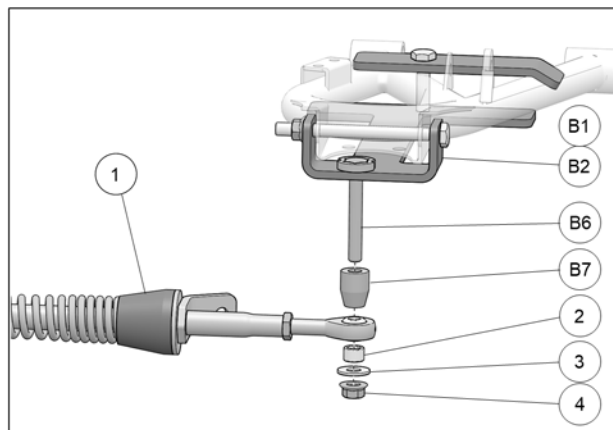

Fig. 12
10. Fixer le bras stabilisateur (1) à l'ancrage de suspension (B1-B2) à l'aide du boulon (B6), de l'espaceur long (B7), de l'espaceur court (2), de la rondelle (3) et de l'écrou autobloquant (4). Serrer à un couple de $70\text{ N}\cdot\text{m}$ [$52\text{ lb}\cdot\text{pi}$]. Voir la Fig. 12